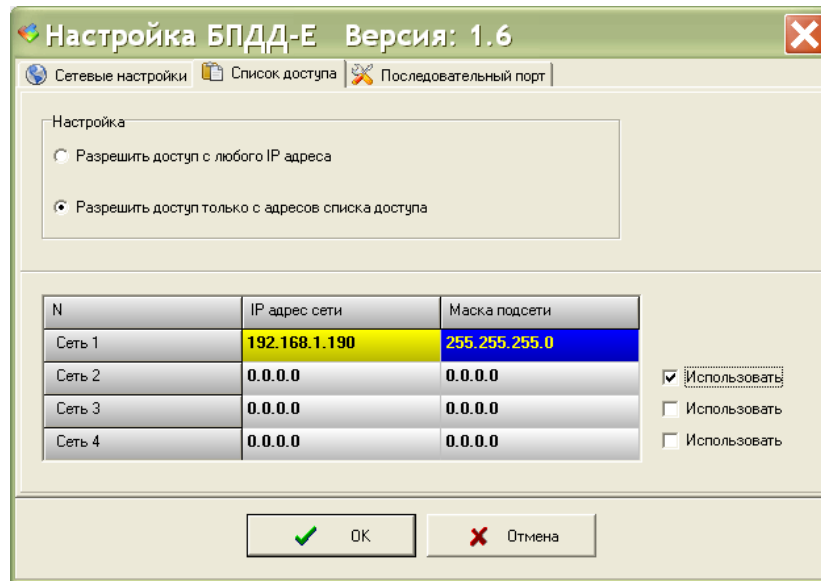

Рисунок 22 – Изменение списка доступа
7. Для активизации списка доступа надо щелкнуть левой кнопкой мышки по тексту «Разрешить доступ только с адресов списка доступа». Появится собственно список доступа в средней части окна (рисунок 22). Список доступа подробно описан в разделе «Конфигурирование БПДД-Е через последовательный интерфейс». Задать адреса разрешенных сетей в списке доступа и установить переключатели «Использовать» для каждой введенной сети. Для перехода на следующую вкладку надо щелкнуть левой кнопкой мышки по надписи «Последовательный порт».